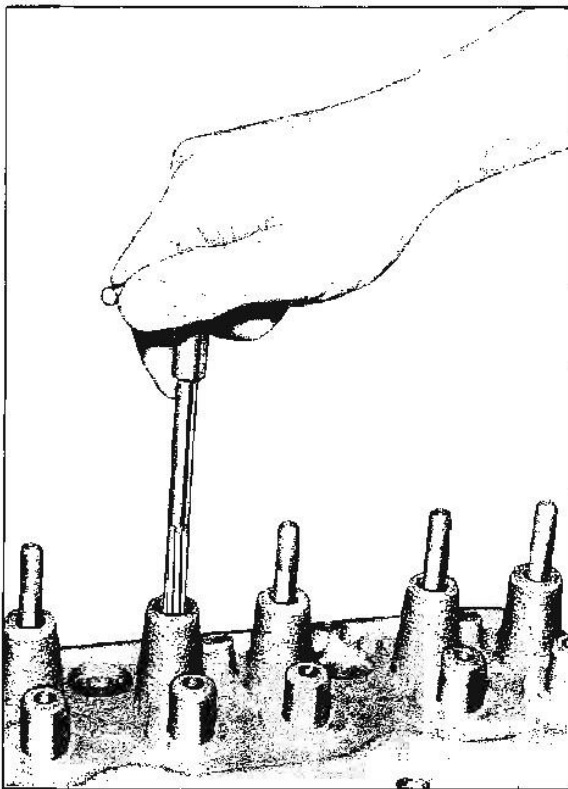

Fig. 6-27 Reaming Rocker Arm Stud Hole
8. Ream rocker arm stud hole if oversize stud is to be used (Fig. 6-27).